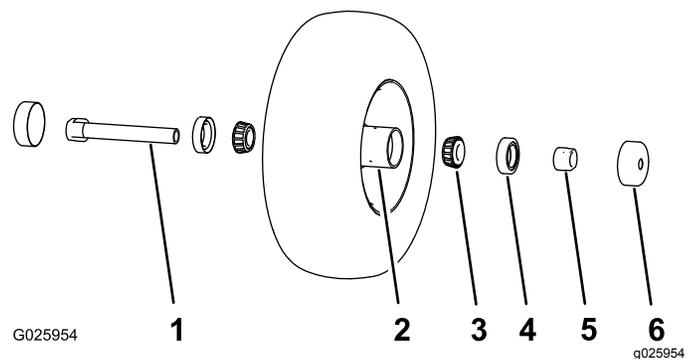

Figura 29
1. Retire los 2 protectores de los retenes del buje de la rueda (Figura 29).
2. Retire 1 de las tuercas espaciadoras del eje de la rueda giratoria (Figura 29).
Nota: Observe que las tuercas espaciadoras llevan adhesivo de roscas para pegarlas al eje (Figura 29).
3. Retire el eje (con la otra tuerca espaciadora aún montada en el mismo) del conjunto de la rueda giratoria (Figura 29).
4. Haga palanca para extraer las dos juntas de cojinete (Figura 29).
5. Retire ambos cojinetes e inspecciónelos en busca de desgaste o daños (Figura 29).
1. Introduzca un cojinete en el buje de la rueda (Figura 29).
2. Introduzca el retén del cojinete en el buje en el cojinete (Figura 29).
- C. Enrosque la tuerca del eje, con los segmentos planos para llave inglesa hacia fuera, en el extremo del eje que está preparado con el adhesivo de roscas (Figura 29).
4. Introduzca el eje con la tuerca montada en él en la rueda, en el lado que contiene el retén nuevo y el cojinete (Figura 29).
6. Introduzca el otro cojinete y un retén nuevo en la rueda (Figura 29).
9. Instale los protectores de los retenes sobre el buje de la rueda (Figura 29).